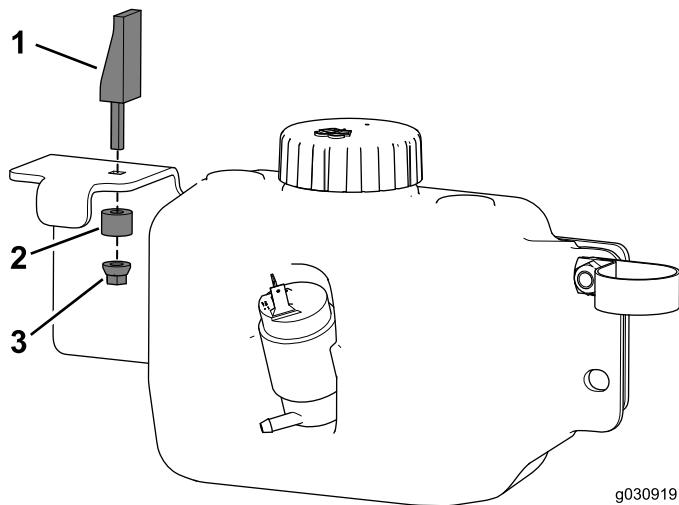

Рисунок 35
- Установите эксцентриковую защелку в сборе на крепление бачка (Рисунок 35).